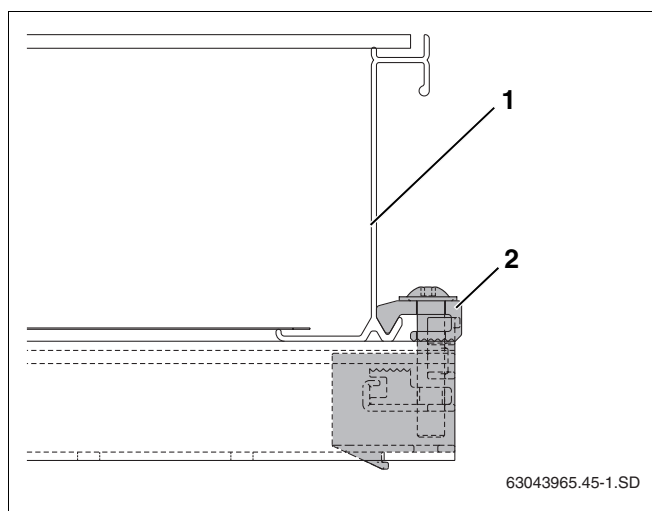

Fig. 46 Tensor de colector unilateral roscado
- ▶ Colocar cuidadosamente o colector (fig. 46, **item 1**) no tensor de colector unilateral e alinhar na horizontal.
- ▶ Aparafusar o retentor de colector unilateral com a chave SW5 (fig. 46, **item 2**).
O grampo de fixação (fig. 46, **item 2**) do tensor do colector agarra agora o bordo inferior do colector.